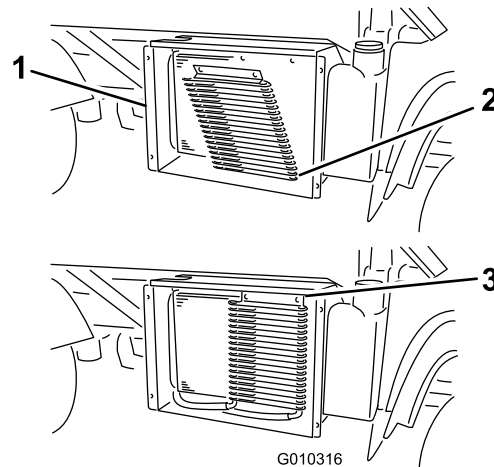

Figura 53
- Se estiver equipado, rode as patilhas e incline o refrigerador de óleo afastando-o do radiador (**Figura 53**).